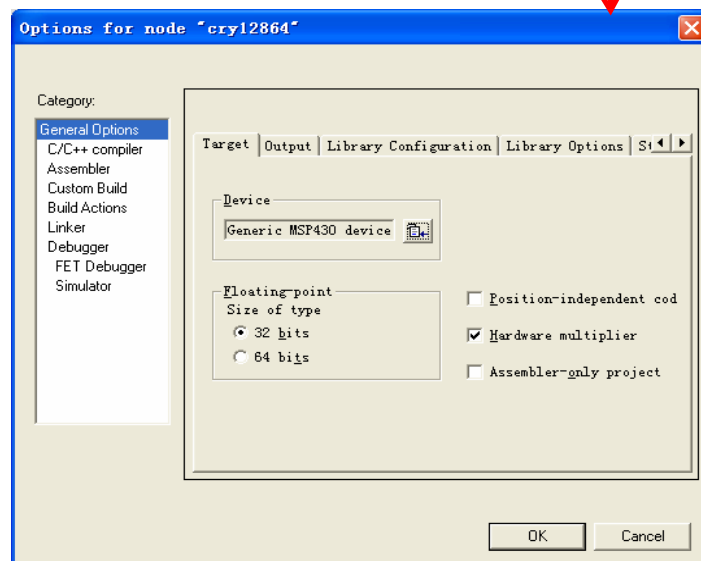

图 2.6
8、这里面是关于对本项目进行**编译(compile)**和**创建(make)**时的各种控制选项，系统的默认配置已经能够满足大多数应用的需求，所以通常情况下用户只需要更改两个地方。第一步，单击 **Category** 下面的 **General Options**，看到如图 2.6 所示的画面。